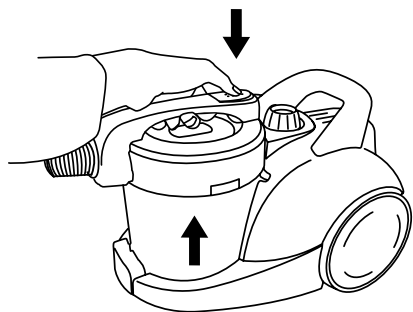

Fig. 4
- Desacoplar el depósito polvo del aparato. (Fig 4).